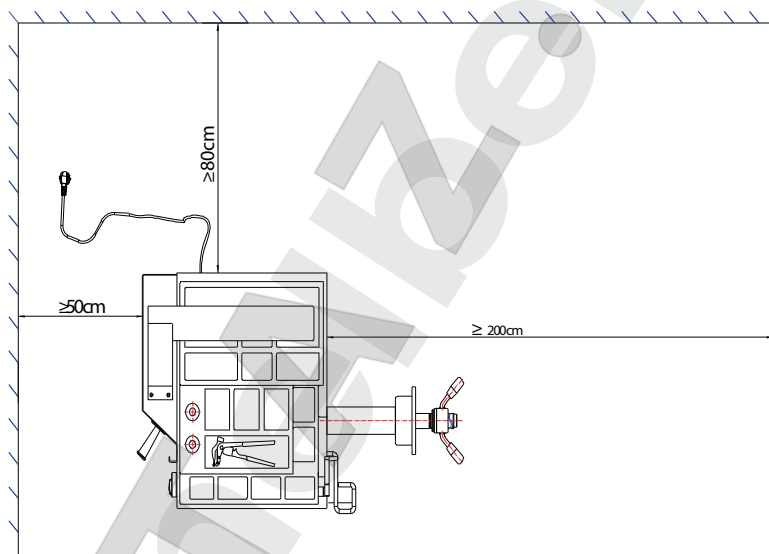

Рис. 8-1
- Расстояние между задней панелью станка и стеной составляет более 80 см, а расстояние между левой панелью и стеной должно составлять более 50 см для обеспечения идеальной вентиляции и минимального рабочего пространства для оператора. Расстояние между правой панелью корпуса станка и стеной должно составлять более 200 см для удобства снятия / установки колеса и установки подъемника колеса. См. рис. 8-1.